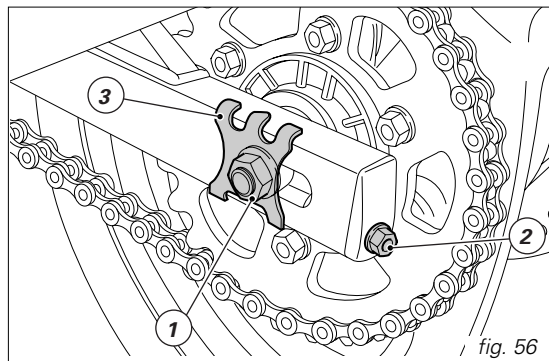

fig. 56
Pour régler la tension desserrez l'écrou (1, fig. 56) de l'axe de roue, serrez pareillement, dans le sens des aiguilles d'une montre, la vis (2) des deux côtés du bras oscillant pour la tendre davantage ou desserrez pour obtenir l'effet contraire. Dans ce cas, il faut pousser la roue en avant.
Vérifiez la correspondance, sur les deux côtés du bras oscillant, des repères de positionnement par rapport à l'indication du curseur (3, fig. 56) ce qui garantit le parfait alignement de la roue.